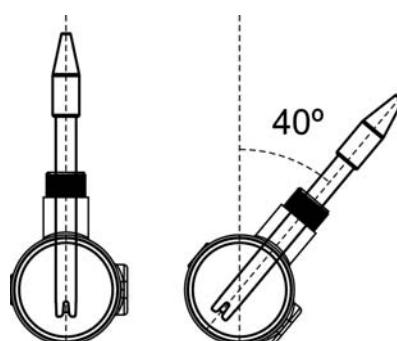

Fig. 13
4. Installez toujours la sonde de pH référeablement verticale ou avec une inclinaison maximale de 40° (Fig. 13).